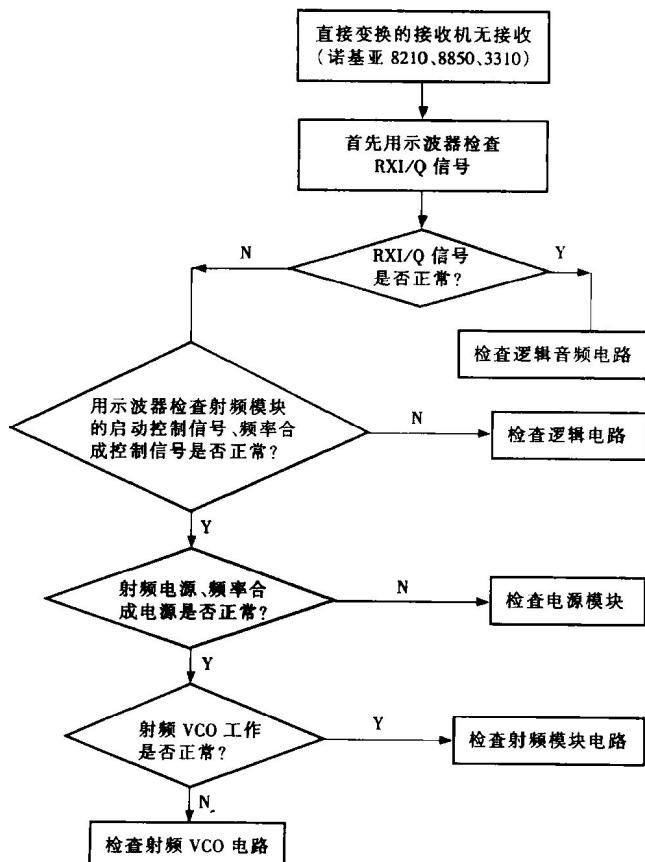
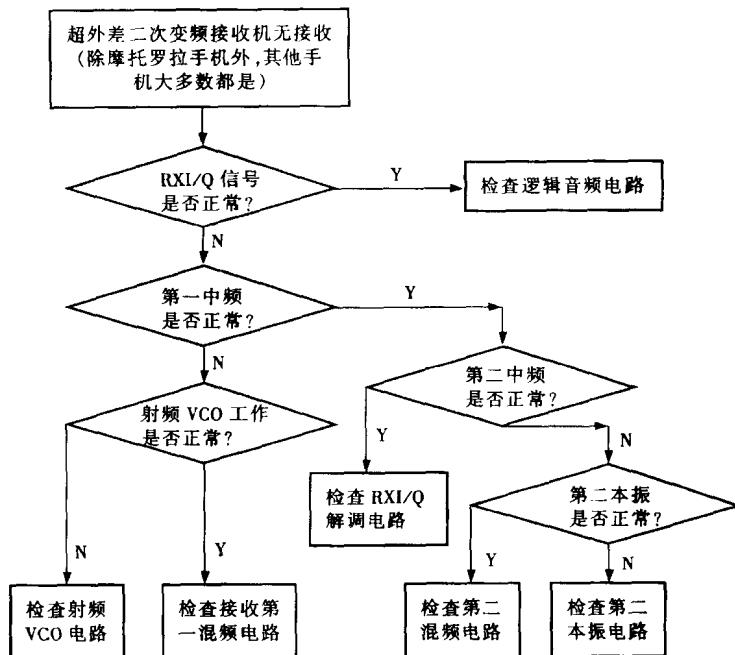

图 1-6 直接变换接收机无接收检修思路
图 1-8 二次变频接收机无接收检修思路
(1) 首先用示波器检查接收机解调输出的 RXI/Q 信号（摩托罗拉手机从 998 开始，就不能检测 RXI/Q 信号，取而代之的是接收数据信号，在摩托罗拉新型手机中频模块处，通常都有一个接收数据信号测试点）。若 RXI/Q 信号正常，手机不能搜索到网络，则故障在逻辑音频电路。主要是在 DSP 电路。
(2) 若 RXI/Q 信号或接收数据信号不正常，说明故障在接收机的射频电路部分。手机接收机有三种电路结构。这里我们分别用流程图来进行说明，如图 1-6 到图 1-8 所示。